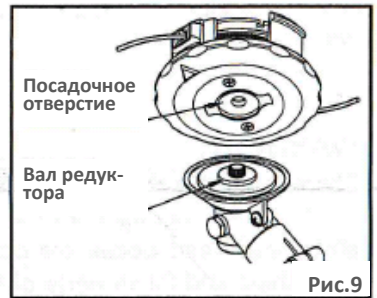

Рис.9
2. Установите корпус головки на вал редуктора триммера (рис.9)